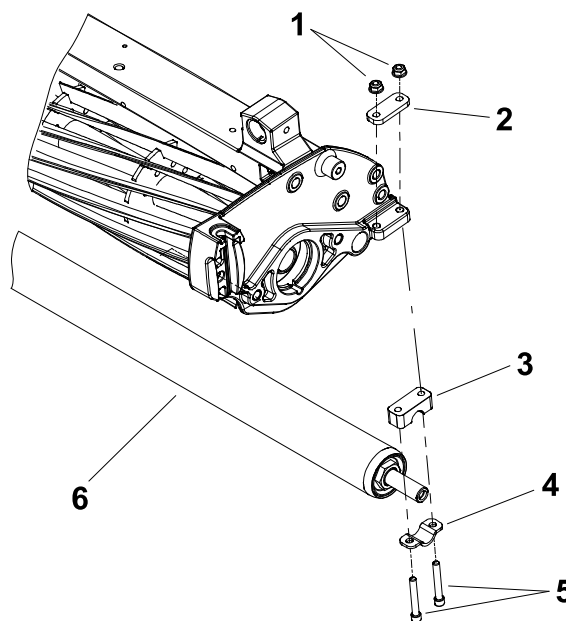

Figura 9
4. Eseguite i seguenti passaggi per rimuovere il gruppo del rullo posteriore. Vedere Figura 9.